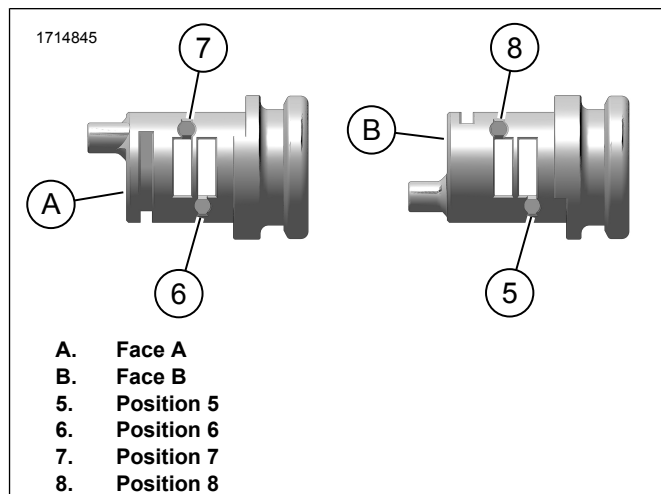

Figure 6. Ressort et culbuteur
4. Figure 6 Installer les ressorts dans les trous des positions 6 et 7 sur le côté A du verrou.